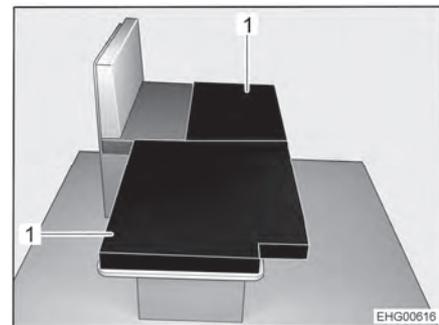

Fig. 53 Dopo la trasformazione
- Posizionare i due cuscini aggiuntivi (Fig. 53,1) sul tavolo ribassato, come illustrato.